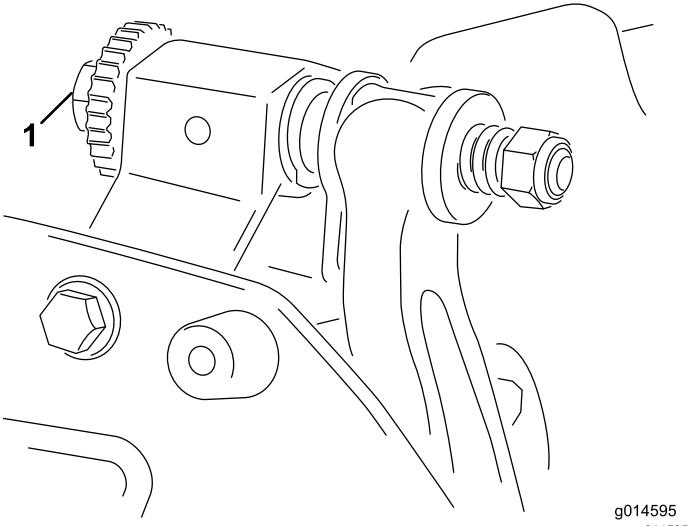

Figura 9
- Se non risulta evidente nessun contatto, ruotate le viti di regolazione della barra di appoggio in senso orario (Figura 9), uno scatto alla volta, fino ad avvertire e udire un leggero contatto.
- Ruotate la vite di regolazione della barra di appoggio destra (Figura 9) fino a quando non